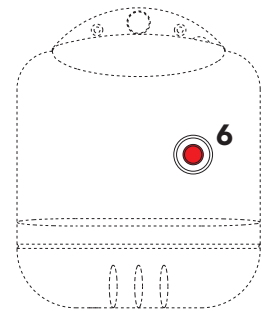

Abb. 1
Wenn das Gerät nur für kürzere Zeit ausgeschaltet werden soll, genügt es, den Schalter **5** (Abb. 1) an der Bedienblende auf "0" zu stellen. Für längere Stillstandzeiten muss außer dem Schalter **5** zwingend auch das Brennstoff-Sperrventil geschlossen werden. Bei längerem Stillstand im Winter muss ein Frostschutzmittel in die Anlage gefüllt, oder die Anlage vollständig entleert werden, um Frostschäden zu verhindern.
- a** - Betriebsunterbrechung des Brenners 6 (Abb. 1). Im Benutzerhandbuch des Brenners nachschlagen.